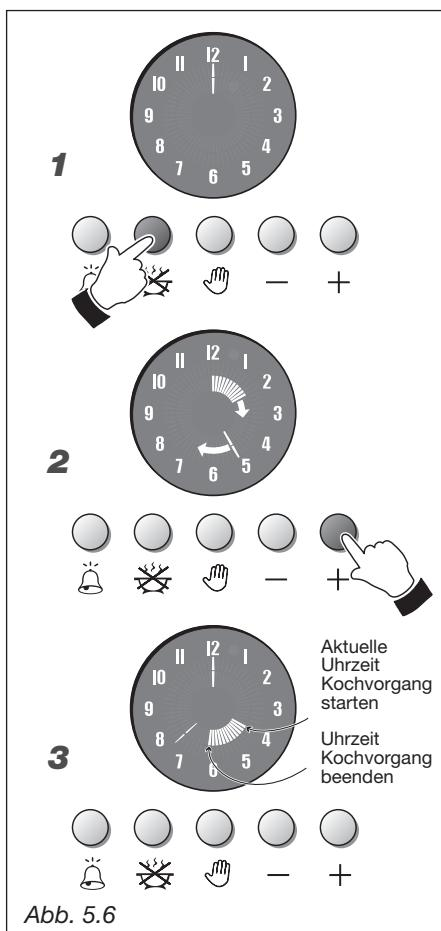

Abb. 5.6
HALBAUTOMATISCHES KOCHPROGRAMM (Abb. 5.6)
1. Abb. 5.6 - Um die Garzeit einzustellen (max. 6 Stunden), die Taste drücken; daraufhin gehen die Uhrzeiger aus und es leuchtet ein Zeiger auf der 12 auf.
2. Abb. 5.6 - Innerhalb von 7 Sekunden die Taste drücken. Daraufhin leuchtet ein Zeiger auf (wie ein Minuten- oder Sekundenzeiger). Jedes Segment, das nach und nach aufleuchtet, zeigt eine Minute an. Nach jeweils 12 Minuten leuchtet zusätzlich ein inneres Segment auf (5 Segmente entsprechen einer Stunde). Wenn die Zeit versehentlich zu lang eingestellt wird, mit der Taste korrigieren.
3. Abb. 5.6 - Nach 7 Sekunden gehen die inneren Segmente auf die aktuelle Uhrzeit über und geben die eingestellte Garzeit an.